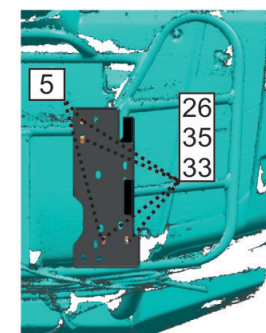

Рис.5
9. Кронштейны выноса радиатора крепить прижимами поз.5 винтами М6х40 поз.26 через шайбы 6 поз. 33 и поз.35(см. рис.5)